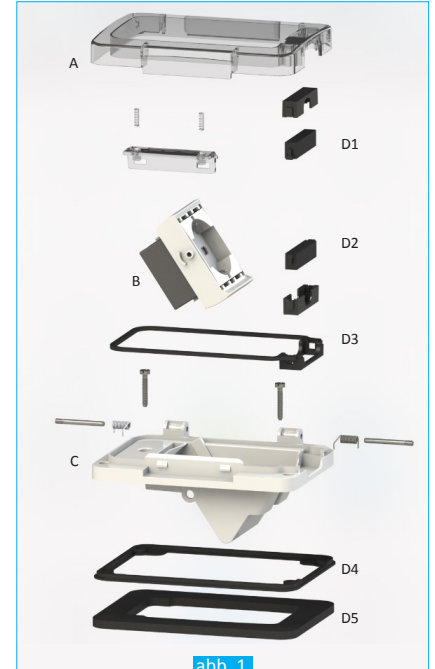

abb. 1
Das WIDE-Produkt enthält ein Gehäuse (abb. 1-C) mit einem schrägen Abdeckrahmen der Axialstecker (abb. 1-B), wie auch Winkelstecker mit 90° Winkel enthalten kann, einen Deckel (abb. 1-A) und einige Verschlussdichtungen. (abb. 1-D1,D2,D3,D4,D5)
Защитный корпус WIDE состоит из рамки (рис. 1-C), откидной подставки (рис. 1-B), адаптированной для приема вилок с прямым кабелем или с кабелем под углом 90°, крышки (рис. 1-A) и различных уплотнительных прокладок. (рис. 1-D1,D2,D3,D4,D5) Модели WIDE спроектированы для обеспечения надлежащего закрытия крышки и герметичности кабеля до заявленного класса защиты с гарантией, что вилка или разъем и кабель не будут повреждены при следующих условиях:
- Der Grad der Sicherheit hängt auch von der Erhaltung der Silikonisolation der Kabelhalterung ab. Deswegen muss von der genannten Dichtung regelmäßig kontrolliert werden (fig. 1-D1,D2). Sollte ein Verschleiß festgestellt werden und in jedem Fall, alle 2 Jahre, muss die Dichtung mit einem Originalersatzteil 4BOX Code: 4B.W.RU ausgetauscht werden.
- Степень защиты зависит также от состояния силиконового уплотнения, облегающего кабель. Поэтому следует регулярно проверять степень его износа (рис. 1-D1,D2). При его износе или в любом случае раз в 2 года следует заменять силиконовый уплотнитель оригинальным изделием 4BOX с кодом: 4B.W.RU
- Vor dem Installieren von WIDE mit der Dose muss die Dichtung (abb. 1-D5) abgenommen werden
- Dichtung vom Rahmen (abb. 1-D5) entfernen
- Перед установкой WIDE с коробкой снимите прокладку (рис. 1-D5), которая должна использоваться только для утопленной установки.
- Снимите прокладку (рис.1-D5) с шасси, которая должна использоваться только для скрытых установок